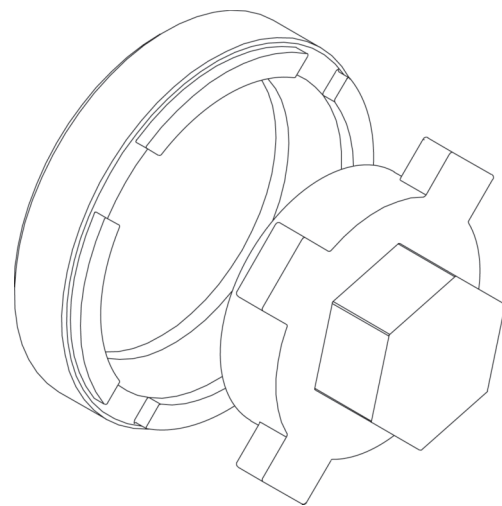

Figura 6: Ferramenta de Desmontagem e Montagem do Retentor da Sede
- ⇒ Utilize a ferramenta apropriada (veja figura 6) para remover o retentor da sede. Caso necessário, estas ferramentas podem ser adquiridas na Valtek Sulamericana.